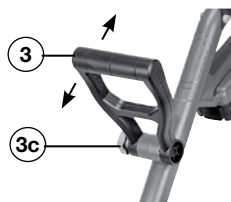

FIG 5
Para ajustar el mango auxiliar (FIG 5)
- Conecte el cargador (11) a una fuente de energía de 120 voltios de CA. La luz indicadora verde en el cargador se iluminará, confirmando que está encendido.
- Conecte el cargador a la batería (5) como se muestra en la FIG 5. La luz roja en el cargador se encenderá, indicando que la batería se está cargando. Mientras tanto, las luces indicadoras de energía (5b) en el paquete de batería parpadearán, indicando el estado de carga.